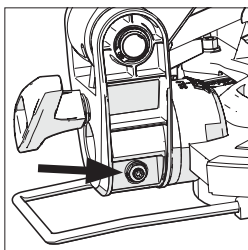

Fig. 11
- Use una llave Allen para ajustar el tornillo de ajuste hacia dentro o fuera según se requiera (**Fig. 11**).